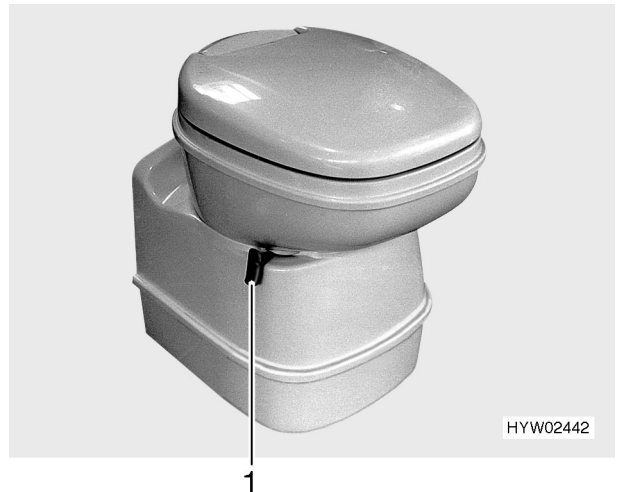

Bild 137 Thetford-Toilettenschüssel (Variante 1)
- Vor dem Spülen den Schieber der Thetford-Toilette öffnen. Dazu den Schieberhebel (Bild 137,1) entgegen dem Uhrzeigersinn drehen.
- Den Schieberhebel (Bild 137,1) im Uhrzeigersinn drehen. Der Schieber wird geschlossen.